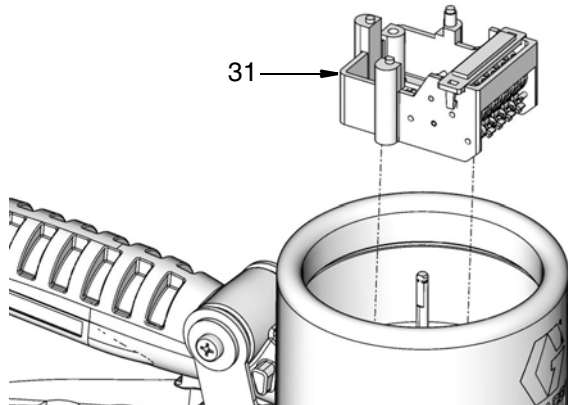

FIG. 19
7. Déposer tout l'ensemble de comptage (31) (FIG. 19).